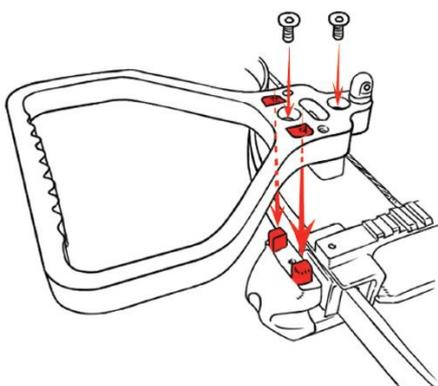

Рис.7
8. Установите стремя с помощью двух винтов. Оно зафиксирует положение плеч в разъеме (Рис.7).